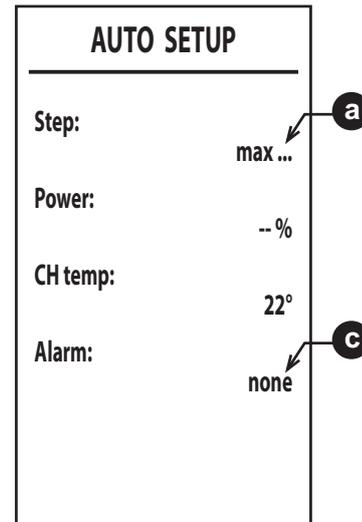

fig. 51
- Se la fase di accensione non va a buon fine, compare la scritta **[max_err]** al punto  e un codice di errore al punto  (fig. 51). Possibili cause per la mancata accensione sono elencate nella **Nota 2**. Uscire dall'Auto Setup con il tasto , risolvere l'anomalia e ripetere la procedura dal punto 1.